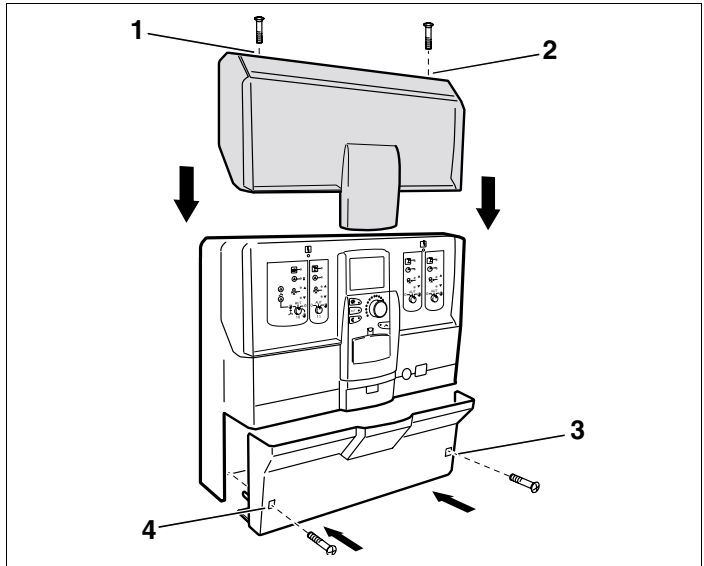

Fig. 10 Montering av toppdeksel og ledningsdeksel
- Skru inn de to skruene i toppdekslet igjen (fig. 10, **pos. 1 og 2**).
- Skru inn de to skruene i ledningsdekslet igjen (fig. 10, **pos. 3 og 4**).